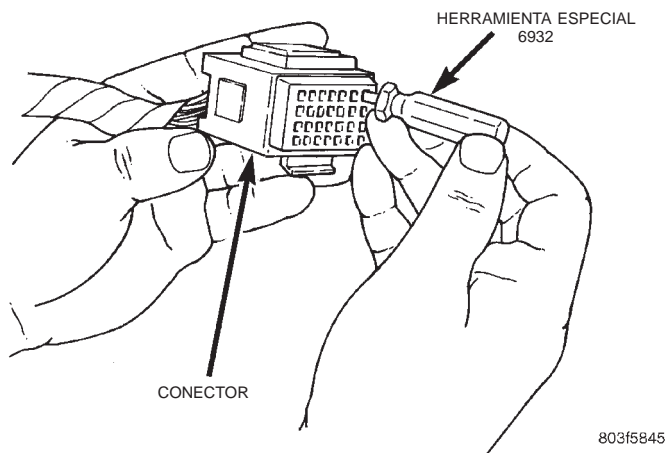

Fig. 16 Utilización de la herramienta especial 6932
(4) Utilizando la herramienta especial 6932, presione el terminal para retirarlo del conector (Fig. 16).
(5) Repare o reemplace el conector o terminal según sea necesario.